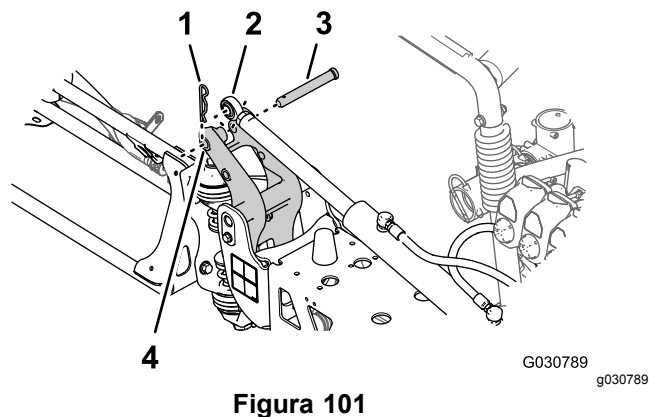

Figura 101
6. Alinhe a extremidade da barra do cilindro de elevação com o orifício de 25 mm na protusão da união da articulação (Figura 101).
7. Prenda o cilindro de elevação à união da articulação com o passador de forquilha e o perno de gancho (Figura 101) que retirou no passo 3 de Retirar o cilindro de elevação (página 30).